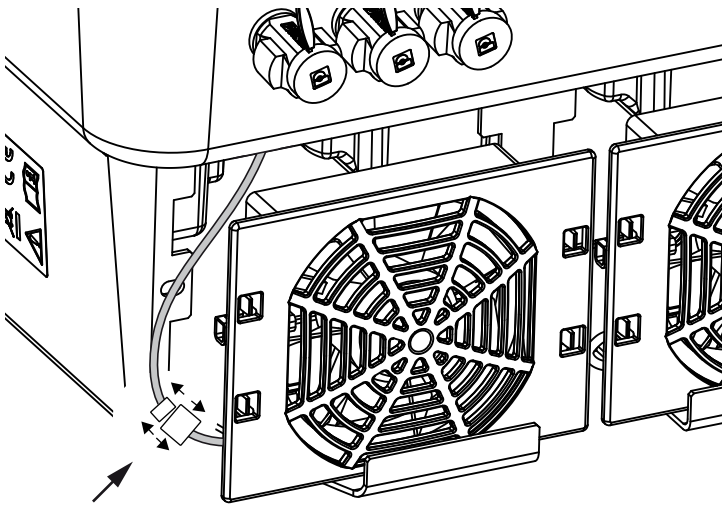

Abb. 75: Lüfterkabel abziehen
4. Lüftereinheit aus dem Gehäuse vollständig herausziehen. Dazu Steckverbindung des Lüfterkabels trennen.  **Abb. 75**